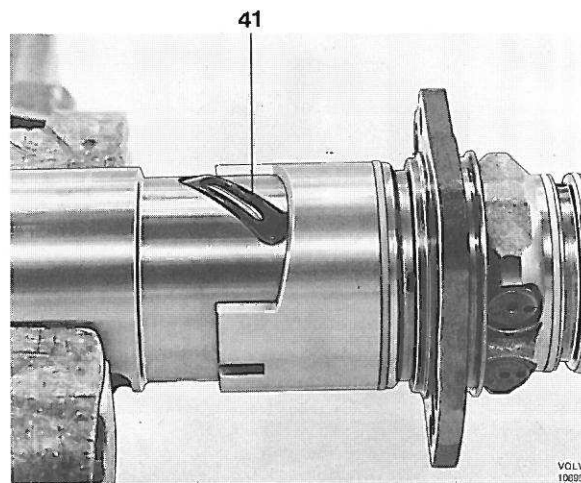
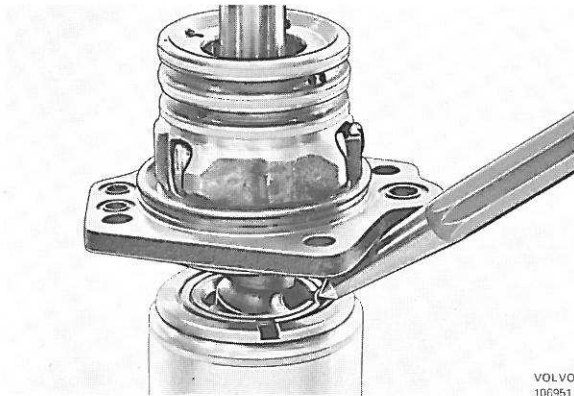

Figure 104. Joint monté en place
Figure 105. Verrouillage de la bague
Introduire la vis sans fin de direction dans le piston tout en montant les 23 billes, voir position 7. Monter le joint (41, figure 104). Réassembler le piston et la douille et monter la goupille (23) qui a été démontée. L'ouverture de la douille doit se trouver sur le côté denté, figure 105.
Attention! Il ne faut pas sortir exagérément la vis sans fin de direction du piston car les billes vont tomber dans le piston. Serrer l'écrou annulaire (27) et le verrouiller, figure 105.